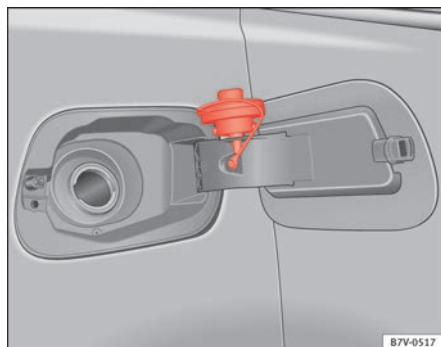

Fig. 163 Tapa del depósito abierta con el tapón enganchado en ella.
- Extraiga el tapón del depósito desenroscándolo hacia la izquierda e introdúzcalo en el orificio previsto en la bisagra de la tapa del depósito ⇒ fig. 163.